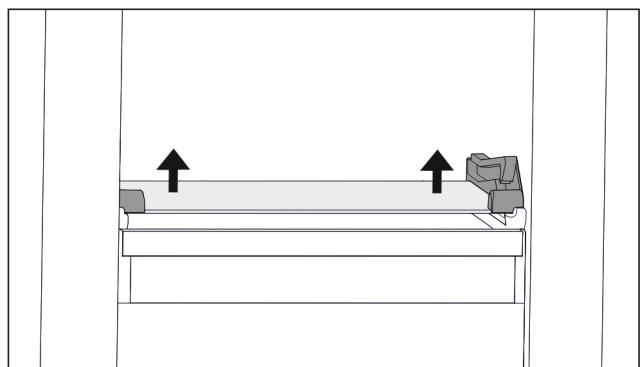

Fig. 63 Glasplatte des abklippbaren Schubfachs
- ▶ Glasplatte von unten beidseitig nach oben drücken. (zie Fig. 63)